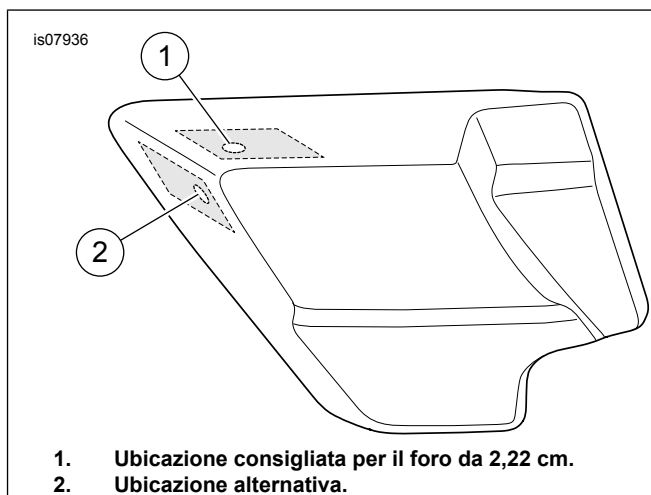

Figura 1. Coperchio di sinistra
- a. Individuare una posizione adatta in uno dei due coperchi per montare la presa di corrente. Utilizzare le posizioni annotate su Figura 1 . Si consiglia la superficie superiore vicino all'angolo anteriore. Nel Figura 1 è indicata una posizione alternativa sulla superficie anteriore/laterale, che potrebbe non essere praticabile in ragione della vicinanza al tubo di scarico.